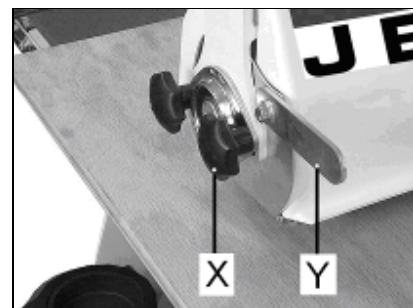

Fig 19
Le logement gauche de la brosse peut être réglé en hauteur (Fig 19).
Desserrer légèrement les 2 poignées étoiles (X, Fig 19) et soulever l'extrémité libre du tambour à l'aide du levier excentré (Y).